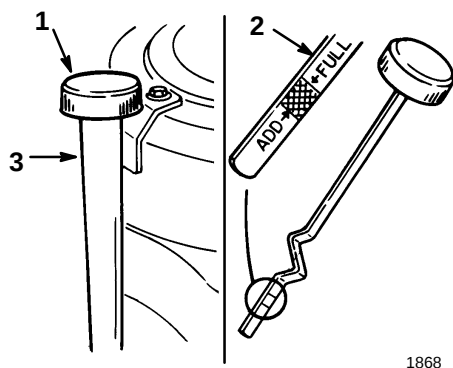

Abbildung 32
3. Den Bereich um den Ölmeßstab herum reinigen (Abb. 32), damit kein Schmutz in den Einfüllstutzen gelangen und so den Motor beschädigen kann.
4. Ölmeßstab losschrauben und das Metallende abwischen (Abb. 32).
5. Den Ölmeßstab ganz in das Einfüllrohr schrauben (Abb. 32). Den Ölmeßstab wieder losschrauben und den Ölstand kontrollieren. Ist der Ölstand zu niedrig, nur soviel Öl in das Einfüllrohr gießen, bis die Markierung "FULL" erreicht ist.